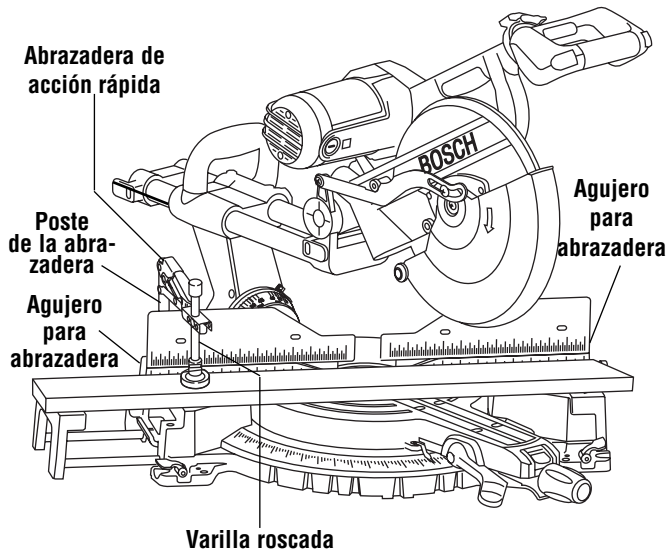

Figura 19. Abrazadera para la pieza de trabajo
**Abrazadera de acción rápida** – Esta abrazadera asegura fácilmente una pieza de trabajo en cualquiera de los dos (2) agujeros de sujeción detrás del tope-guía (Figura 19).